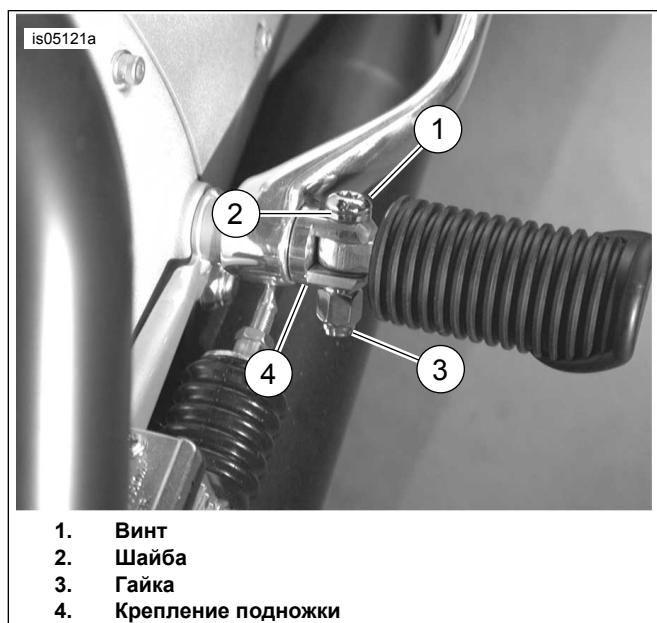

Рисунок 2. Установка винта подножки
2. См. рис. 2. Установите подножку с **новой** шайбой (2) и винтом (1).
3. Установите **новую** гайку (3). Затяните.